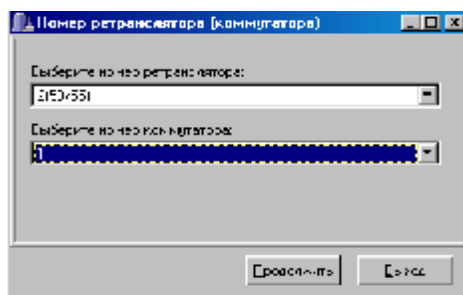

Рисунок 104
– **Групповая отработка** – снятие оператором системных состояний по группе адресов АТС/КН (рисунок 104). Команда требует ввода пароля.
– **Групповое удаление формуляров** – удаление всех формуляров (200 адресов) под конкретным КН (рисунок 104) вне зависимости от типа опроса линии (раздел 4 настоящего РЭ). Работает только для версии УТОИ от 10.2003. Команда требует ввода пароля.
– **Групповой запрос состояния** – запрос состояния по всем формуляром данного КН (рисунок 104). В отличие от запроса состояния в цикле – выполняется в 16 раз быстрее. Работает только для версии УТОИ от 10.2003.